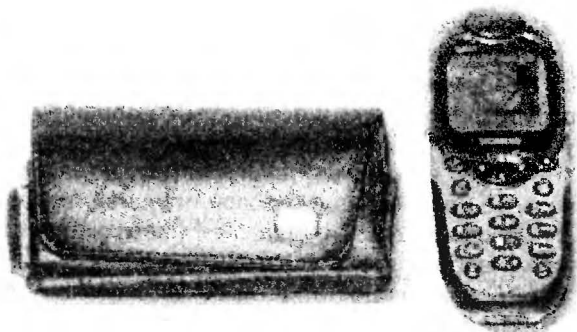

Рис. 2. Внешний вид устройства «Кокон»
- ✧ акустическое зашумление тракта передачи речевой информации при попытке негласной дистанционной активации микрофона трубки сотового телефона (например, устройства типа «Кокон» см. рис. 2).
который дает команду на автоматическое включение акустического шумогенератора. Происходит зашумление всего тракта передачи речевой информации таким образом, что на приемном конце отсутствуют какие либо признаки речи. Телефон при этом помещен в само устройство (см. рис. 2).
Внешний вид устройства «Кокон» (рис. 2) представляет собой чехол с креплением на брючной ремень, весьма похожий на обычный чехол для хранения (ношения) сотового телефона на поясе. Внешний вид устройства представлен на рис. 7.
**Принцип работы.** Трубка сотового телефона помещается во внутренний объем футляра или в стакан. В случае негласной дистанционной активации телефона в режим прослушивания единственным демаскирующим признаком является изменение напряженности электромагнитного поля (передатчик сотового телефона несанкционированно включается на передачу). Это изменение фиксируется индикатором поля, входящим в состав устройства, который дает команду на автоматическое включение акустического шумогенератора, расположенного внутри объема изделия «Ладья» («Кокон») — см. рис. 2 и 7. Уровень акустического шума на входе микрофона трубки сотового телефона таков, что обеспечивается гарантированное закрытие этого канала утечки информации, и зашумляется весь тракт передачи речевой информации таким образом, что на приемном конце отсутствуют какие-либо признаки речи.